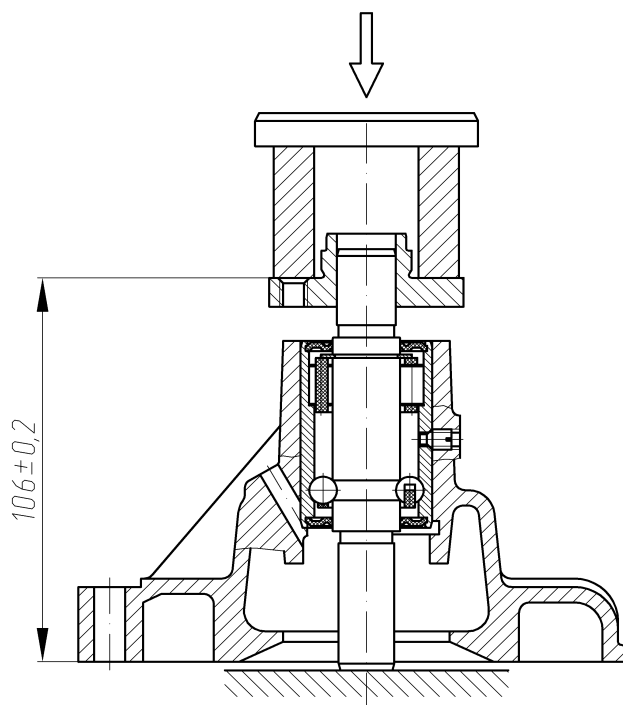

Рис.87. Напрессовка ступицы шкива во-
- напрессовать на валик подшипника ступицу шкива насоса, выдержав размер $(106 \pm 0,2)$ мм (рис.87);